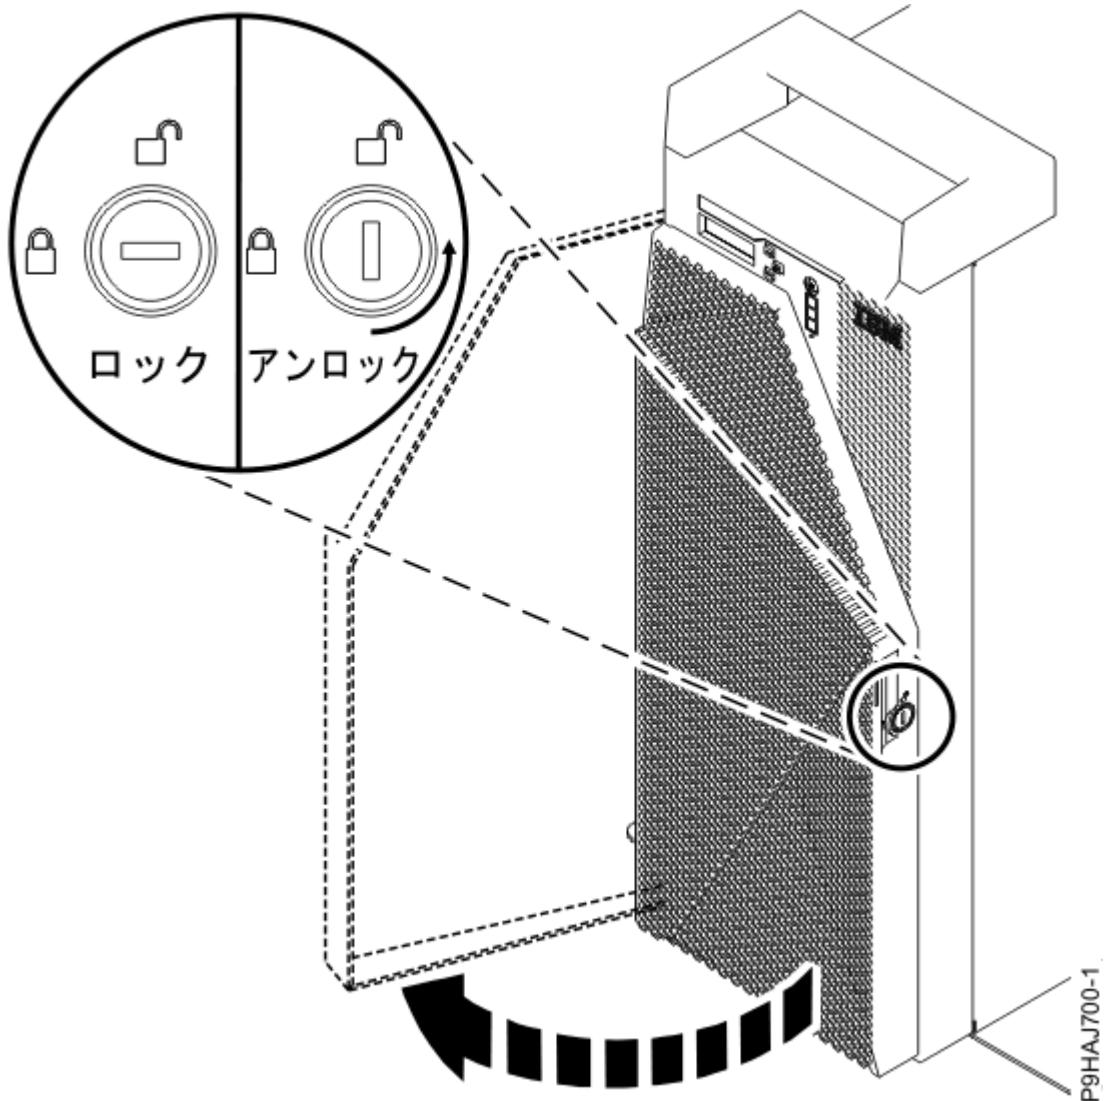

図 37. 前面ドアのアンロック
a) 前面ドアの鍵をロックに差し込みます (39 ページの図 37 を参照)。鍵を左 (反時計方向) にひねって、ドアをアンロックします。水平方向がロック状態で、垂直方向がアンロック状態です。前面ドアを開きます。